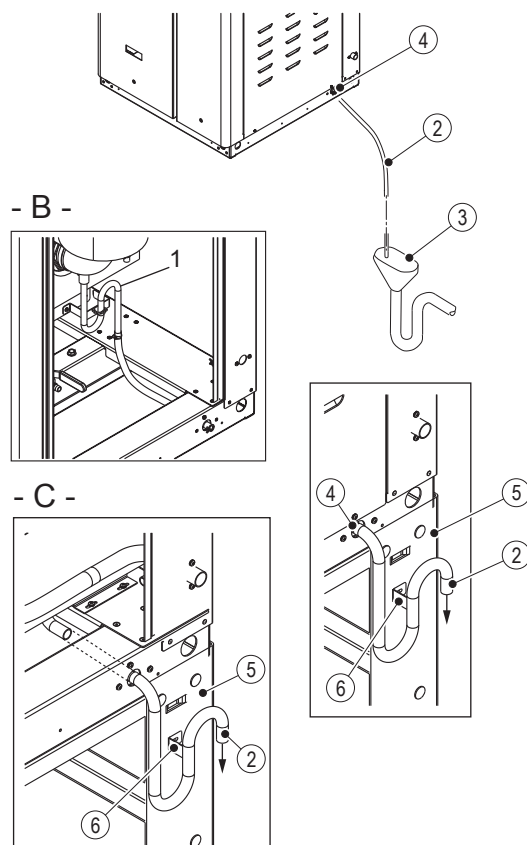

Рис. 13: Дренажная линия, модели CS (A – GS 23–45, B – GS 65, C – GS 90–260)
Монтаж линии слива конденсата выполняется в соответствии с рис. 13, стр. 34 и требованиями действующих норм и правил.
- Установите шланг слива конденсата (для моделей CS) и закрепите его с помощью зажима, см. рис. 13, стр. 34. Шланг должен подходить для работы при +100 °C.